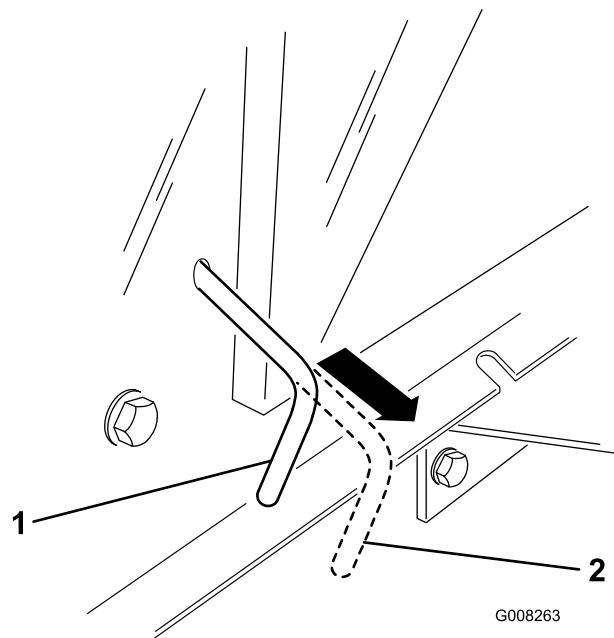

Figura 16
Nota: Il sistema di trazione è disinserito, e le ruote girano liberamente (Figura 16).
- Inserite il comando della trazione in posizione di funzionamento (Figura 16) per ingranare la trazione.